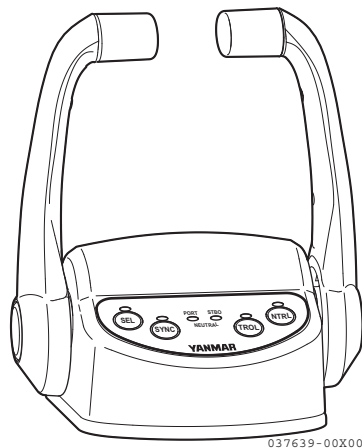
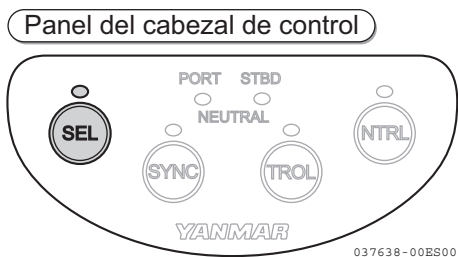

Figura 9
Figura 10
- La lámpara del panel de interruptores se encenderá y la lámpara SEL (**Figura 10**) del mando de control (**Figura 9**) se encenderá y parpadeará.